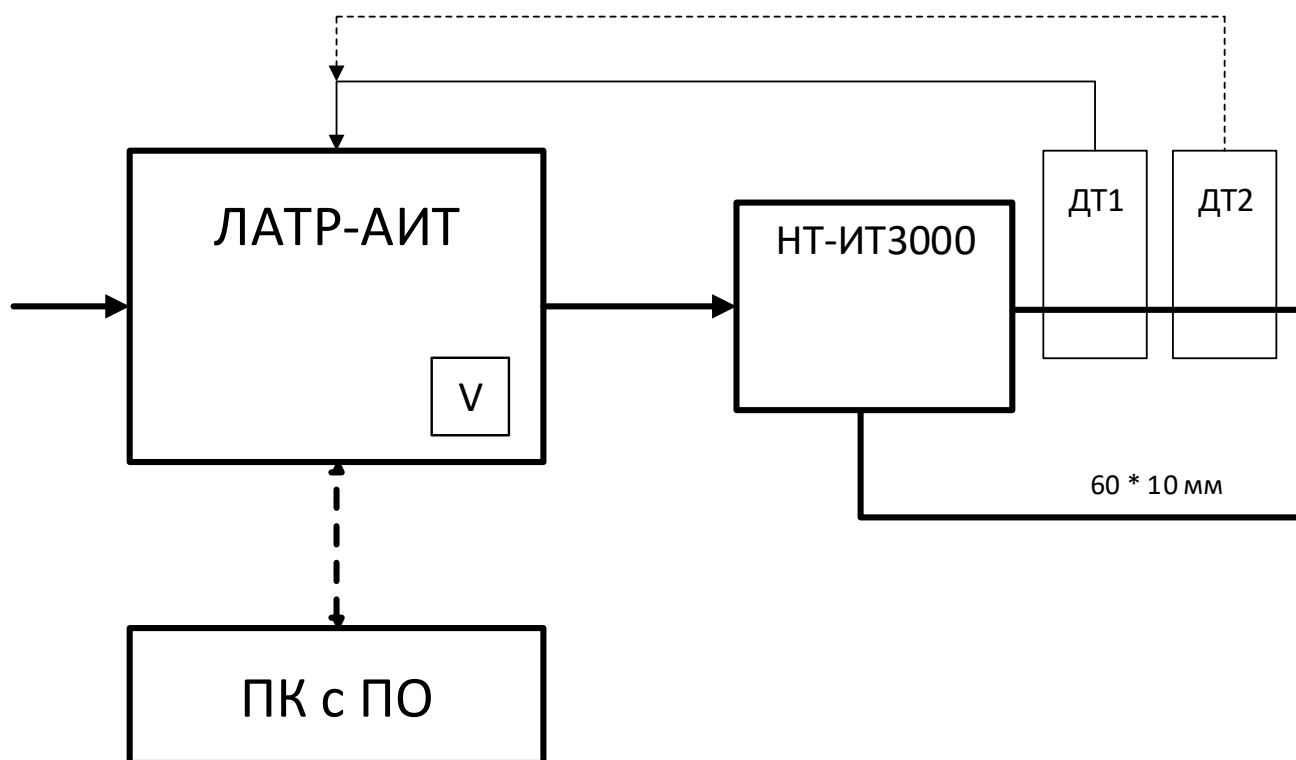

Рисунок 2.4 - Структурная схема АИТ
3) Собрать схему включения АИТ (см. рис. 2.4). Собрать схему для поверки ТТ согласно рис. 3 ГОСТ 8.217 или Методике поверки ТТ.